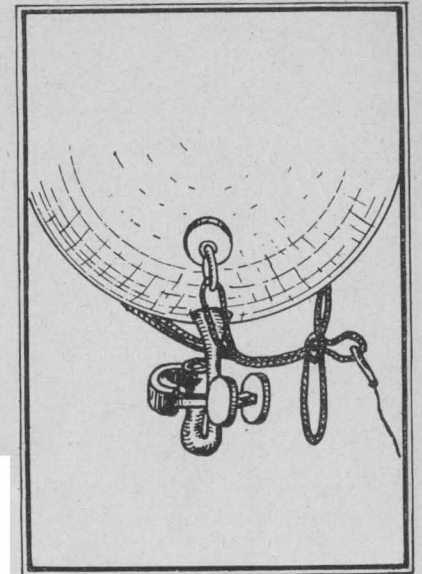

Abb. 14. Ballon:
- g) Den Ballon vom Füllrohr abnehmen und Füllstutzen mit Schlauchklemme abklemmen (s. Abb. 14). Verbrauchte Gaszeuger und Füllrohr wegwerfen.